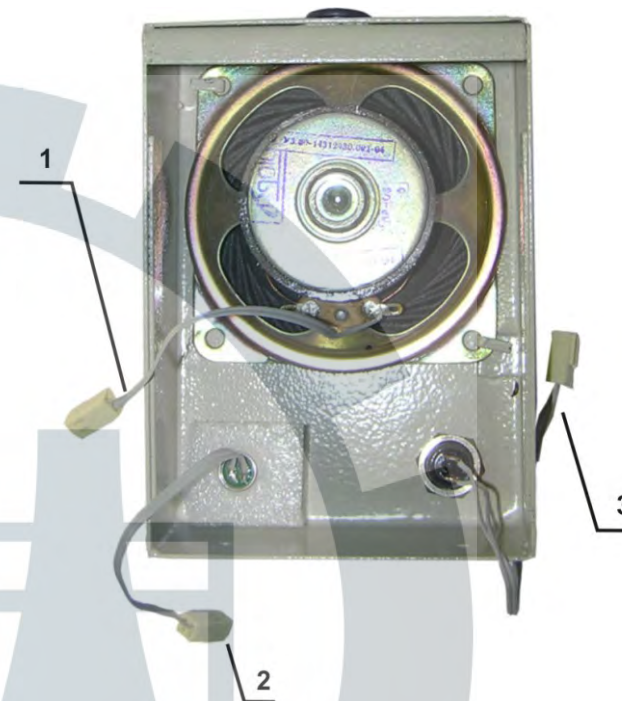

Рис.5 – Назначение разъемов на верхней крышке ПГС-1-100.
- 2 – Разъем для подключения динамика (см.рис.5, п.1).;
- 4 – Разъем для подключения кнопки «Передача» (см.рис.5, п.3).;
- 7 – Разъем для подключения микрофона (см.рис.5, п.2).;
В процессе монтажа ПГС-1 может возникнуть необходимость полностью разъединить верхнюю и нижнюю части корпуса. Обратная сборка должна производиться согласно Рис.4 и Рис.5.